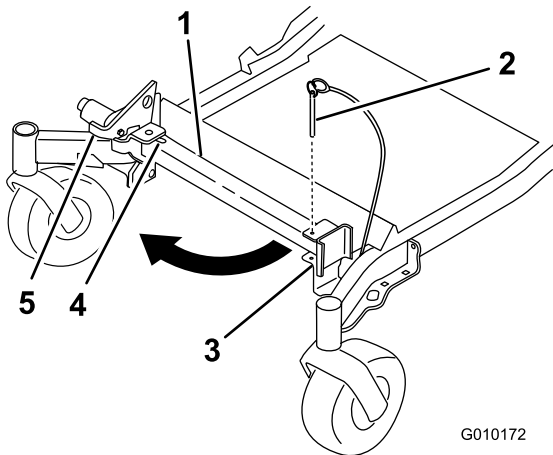
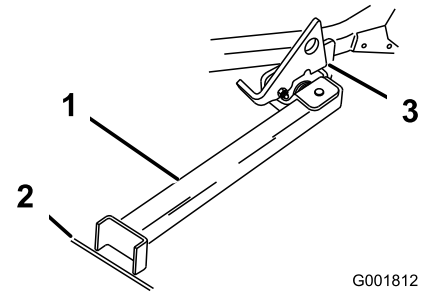

Figure 42
Figure 43
2. Retirez la goupille du support (Figure 42).
4. Dépliez le pied du support et poussez le support vers la machine en l'engageant dans le bas de la fente (Figure 42 et Figure 43).
5. Posez le pied du support sur le sol et appuyez le verrou sur la languette de pivot (Figure 43).
**Remarque:** Pour obtenir des résultats optimaux, placez le pied du support dans des fissures du trottoir ou dans la pelouse (Figure 43).
7. Conduisez la machine sur le support. Arrêtez-vous quand le verrou retombe sur la languette en position verrouillée (Figure 43).
5. Ramenez le support à sa position de repos (Figure 42).